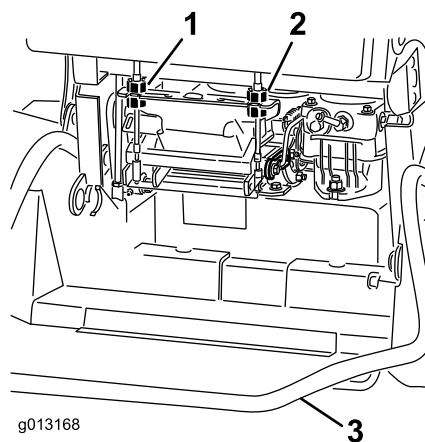

Figure 57
4. Tournez le dispositif de réglage du câble droit pour placer la commande de déplacement droite au centre de la fente de verrouillage au point mort du panneau de commande. Tournez ensuite le dispositif de réglage du câble gauche que pour que la vitesse de la roue gauche corresponde à celle de la roue droite réglée précédemment. (Figure 57).